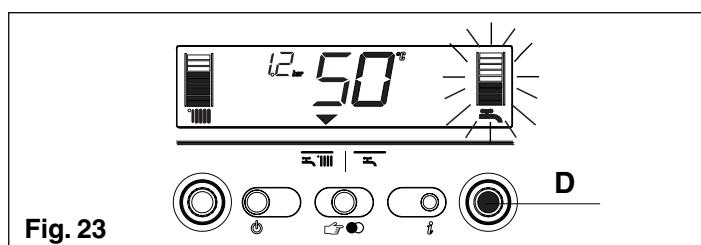

Fig. 23
**TYPE C** varmeanlægs opvarmning med forbindelse til varmtvandsbeholder, varmtvandsproduktion reguleret af en NTC-føler. Temperaturen på det varme vand reguleres ved at dreje D (fig. 23). Bjælkerne lyser for hver 3°C når temperaturen stiger. Ca. 4 sek. efter at der er valgt, er modifikationen gemt, og displayet vender tilbage til at vise fremløbstemperaturen målt af fremløbsføleren.